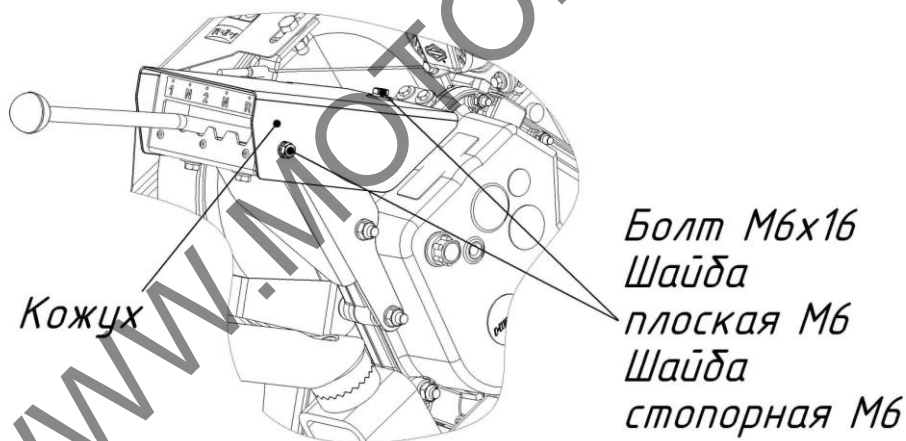

Рис.7.3. Установка Кожуха.
- установить кожух и зафиксировать его Болтом М6х16 (3 шт.), Шайбой плоской М6 (3 шт.) и шайбой стопорной М6 (3 шт.), рис.7.3.